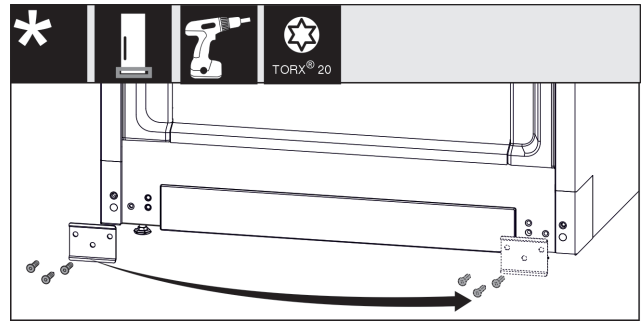

Fig. 12
- ▶ Deșurubați placa de tablă, mutați-o pe cealaltă parte și înșurubați-o din nou. Fig. 12 (1)
- ▶ Așezați apărătoarea din nou pe cealaltă parte. (1)